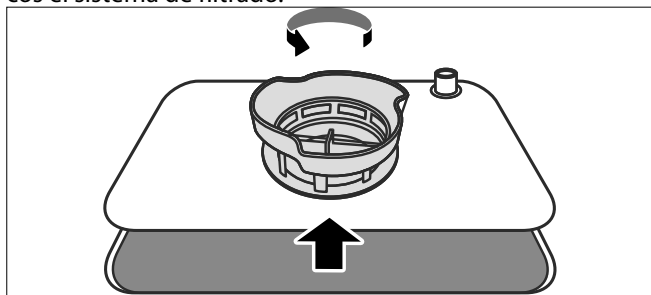

Fig. 19 – Aflojamiento del filtro fino
- Para desmontar el sistema de filtrado, gire el filtro fino en sentido antihorario (véase Fig. 19).